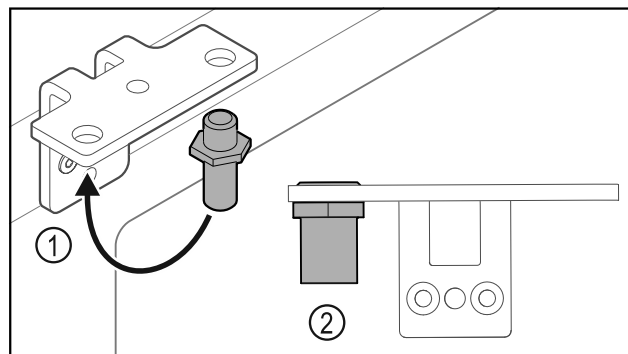

Fig. 33
- ▶ Premjestite svornjake Fig. 33 (1) u kutnim šarkama.
- ▶ Pritegnite svornjake Fig. 33 (2) **okretnim momentom od 12 Nm.**